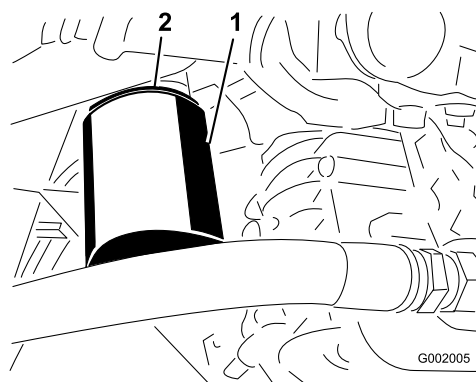

Bild 68
4. Entfernen Sie den Filter (Bild 68).